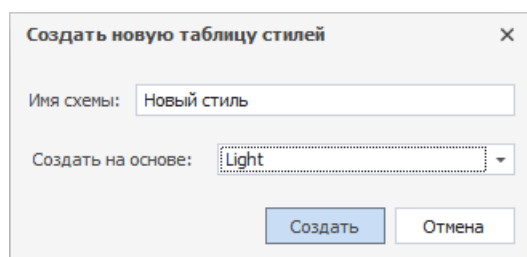

Рис. 109 Создание цветовой схемы
4. Нажмите «Создать», Рис. 109.